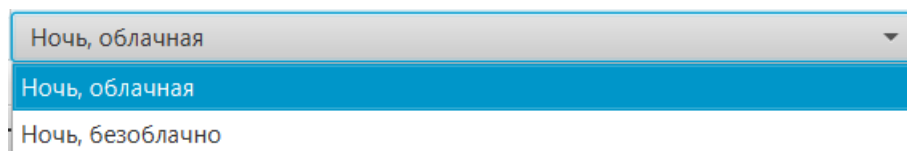

Рисунок 23 — Условия ночной освещенности.
5. В списке «Условия ночной освещенности» (рисунок 23) выбирается условие ночной освещенности.